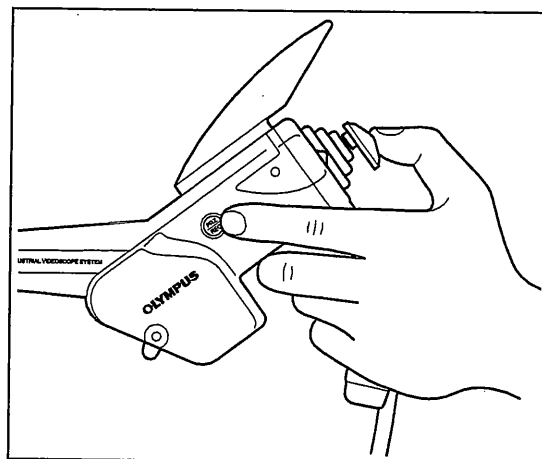

図 4.1
1. 一般的に、操作部のジョイスティックは、操作部グリップを握った手の親指で操作します（図 4.1 参照）。
2. その他のボタン類も、操作部グリップを握った手の指で操作します（図 4.1 参照）。